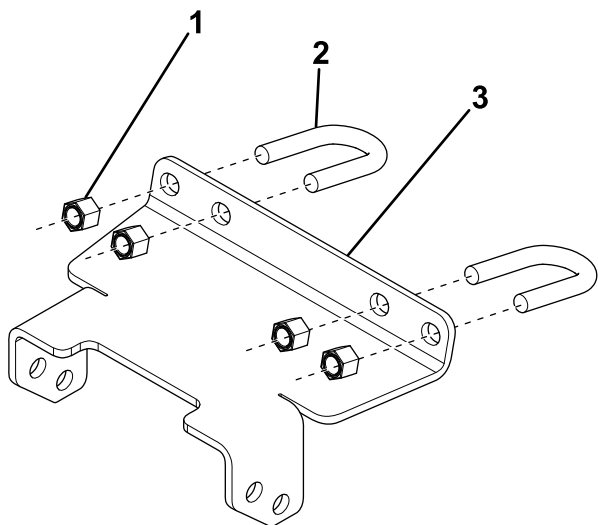

Figura 2
6. Sujete provisionalmente la placa del cabrestante al bastidor del vehículo usando 2 abrazaderas (1") y 4 contratuercas (Figura 2).